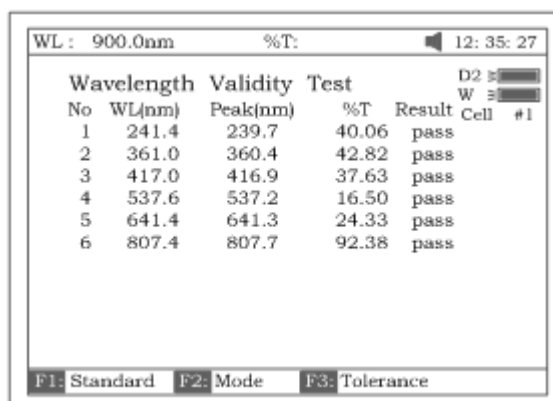

Рисунок 99
5. Установите образец (калиброванный раствор соли гольмия или стандартный светофильтр) на пути светового луча. Нажав клавишу **[СТАРТ/СТОП]**, выполните проверку. Результаты отобразятся на экране (рис.99). Если расхождение между результатами и показаниями калиброванного стандартного образца не превышает величину допустимого отклонения, то после показа результатов теста на экран выведется сообщение "pass". В противном случае – сообщение "fail".